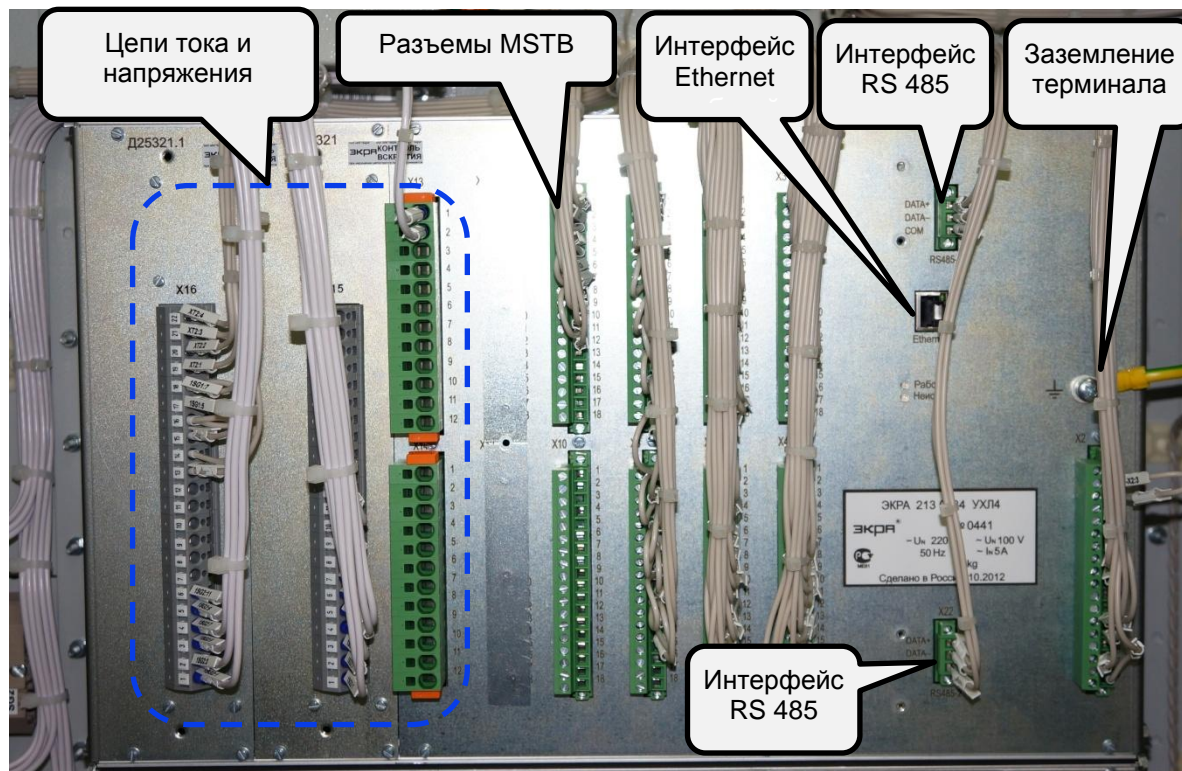

Рисунок 6 – Терминал ЭКРА 2Х3, вид сзади
После обеспечения мер безопасности, отсоединить все подходящие к терминалу1) проводники цепей тока и напряжения (см. рисунок 6).
3.2.4 Отсоединить все сетевые кабели интерфейсов RS-485 и Ethernet (см. рисунок 6), предварительно выкрутив винты соединения.
3.2.5 Отсоединить все розетки терминала1) (вместе с монтажом) из разъемов MSTB (см. рисунок 6), предварительно выкрутив винты соединения.
3.2.6 Отсоединить кабель заземления терминала1) (см. рисунок 6).